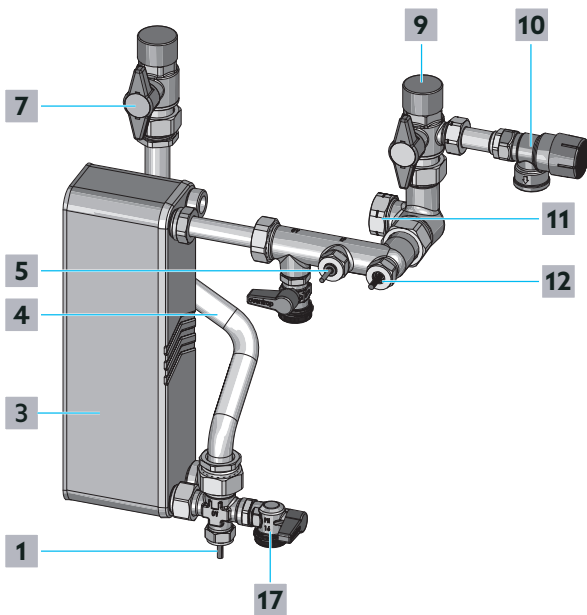

Abb. 21: Trinkwasserkreis Befüllen und Entlüften
- 1** Öffnen Sie langsam den Absperrkugelhahn Trinkwasser warm (siehe Position **7** in Abb. 21 auf Seite 29 und in Abb. 1 auf Seite 11).
- 2** Öffnen Sie langsam den Absperrkugelhahn Trinkwasser kalt (siehe Position **9** in Abb. 21 auf Seite 29 und in Abb. 1 auf Seite 11).
- ▶ Falls im Trinkwasserkreis weiterhin Geräusche durch Lufteinschlüsse entstehen, öffnen Sie leicht den KFE-Kugelhahn Trinkwasser warm bis nur noch Wasser austritt (siehe Position **17** in Abb. 21 auf Seite 29 und in Abb. 1 auf Seite 11).